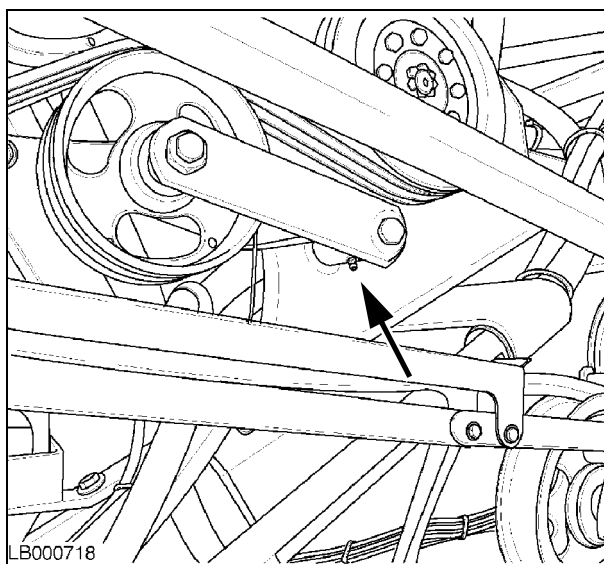

Рис. 45
**37.)- Рычаг натяжного устройства ремня гидростатического насоса Рис. 45**